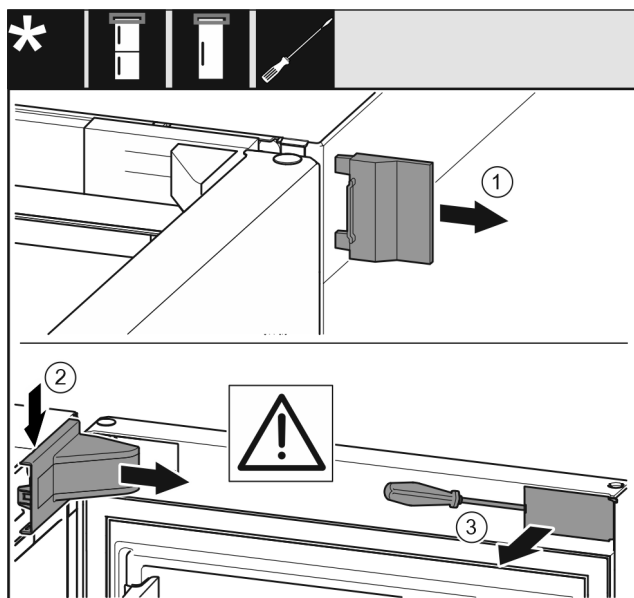

Fig. 10
- Sejměte vnější kryt Fig. 10 (1).
- Kryt stojanu ložiska Fig. 10 (2) uvolněte ze západek a vyjměte.
- Plochým šroubovákem vyjměte záslepku Fig. 10 (3) a otočte ji ke straně.